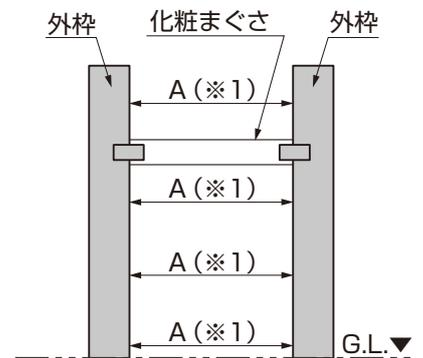
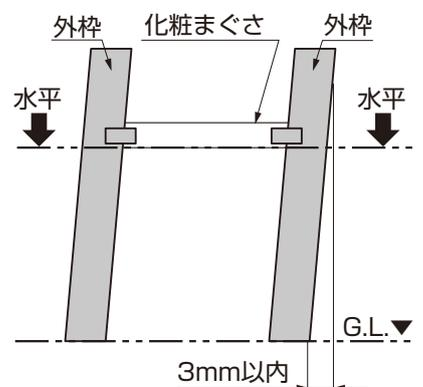
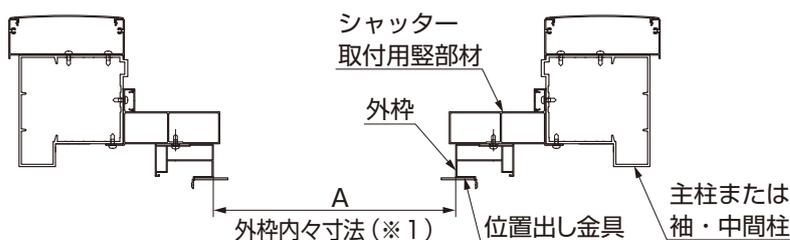

図4-3 外枠内々寸法の測定
図4-4 外枠の倒れと化粧まぐさの水平の測定
図4-2 外枠の間口寸法
- ①外枠の位置出し金具を、化粧まぐさの溝(※2)に差込んで、位置出し金具の下の穴(※3)に【26-8】で固定してください。
- ②外枠の垂直を出し、外枠内々寸法Aを確認した上で、シャッター取付用縦部材に【26-4】で固定してください。(図4-2、図4-3参照)
- シャッターの外枠内々寸法(3mm以内の誤差)(※1)を測り、正確に出ているか確認してください。シャッター本体が取付けられなくなったり、シャッターの開閉に支障をおよぼし、製品の取付けがやり直しになるおそれがあります。(図4-3、図4-4参照)
- 外枠の水平・垂直が正確に出ているか確認してください。シャッターの作動不良の原因になったり、ロックがかからなくなるなど、製品の取付けがやり直しになるおそれがあります。(図4-4参照)